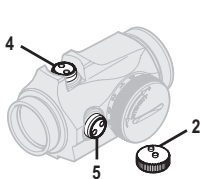

Fig. 3 Tapa de ajuste
d. La tapa de ajuste (2) o la herramienta (13A) deben utilizarse para girar los tornillos de ajuste. Coloque las perillas de la tapa de ajuste (2) en los huecos de los tornillos de ajuste (4) y (5). Consulte la Fig. 3.